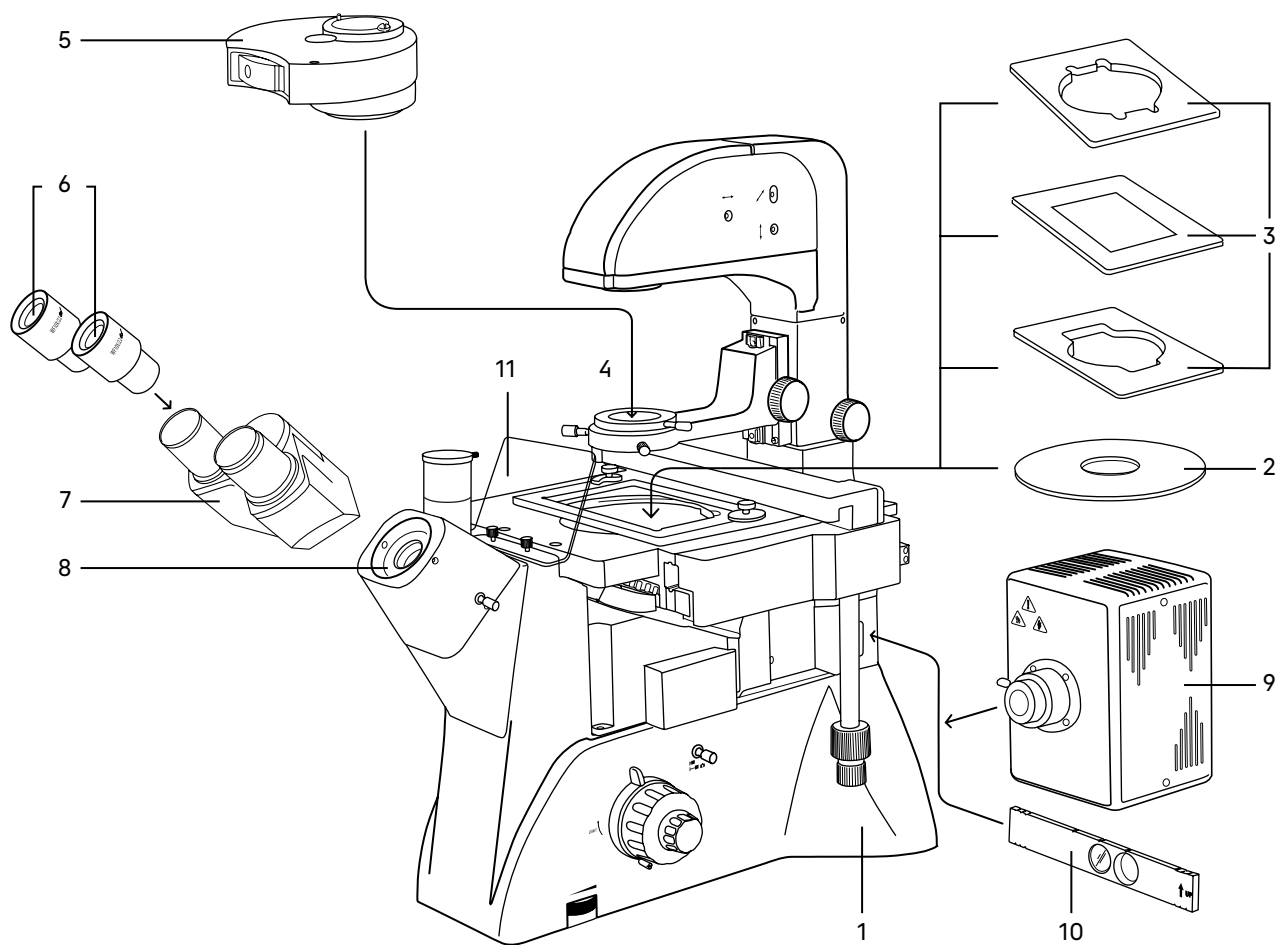

Рис. 4. Установка составных частей
Процесс установки (монтажа) показан на рис. 4.
7. Извлеките из упаковки конденсорное устройство **5** и поместите его в держатель конденсора **4**. Разверните диск, как показано на рис. 4а. Зафиксируйте винтом.
9. Установите фонарь ртутной лампы **9** и саму лампу, как показано на рис. 4б.
Рис. 4а. Установка конденсорного устройства
Рис. 4б. Установка ртутной лампы
Рис. 4с. Установка блока поджига ртутной лампы